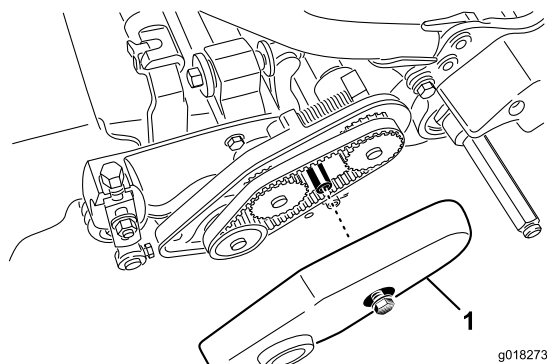

Bild 42
2. Lösen Sie den Bundbolzen, mit dem die Riemenabdeckung befestigt ist, und nehmen Sie die Riemenabdeckung ab, um an den Riemen frei zu legen (Bild 42).